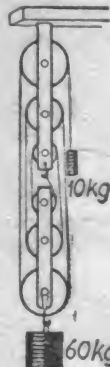

Abb. 5
5. Beobachtung: Stelle 4 oder 6 Rollen zu einem Flaschenzug zusammen (Abb. 5)! Hänge verschieden schwere Lasten und die notwendigen Gewichte als Kraft an! Vergleiche jedesmal Last und Kraft mit der Zahl der Rollen!
Die Arbeit wird leichter, wenn man 4, 6 oder mehr Rollen an 2 Scheren verwendet. Eine solche Vorrichtung heißt Flaschenzug. Hat die untere Schere 3 Rollen (Abb. 5), so verteilt sich die Last auf 6 Seilstücke. Jedes Seilstück trägt ein $\frac{1}{6}$ der Last. Als Kraft benötigt man nur $\frac{1}{6}$ der Last.